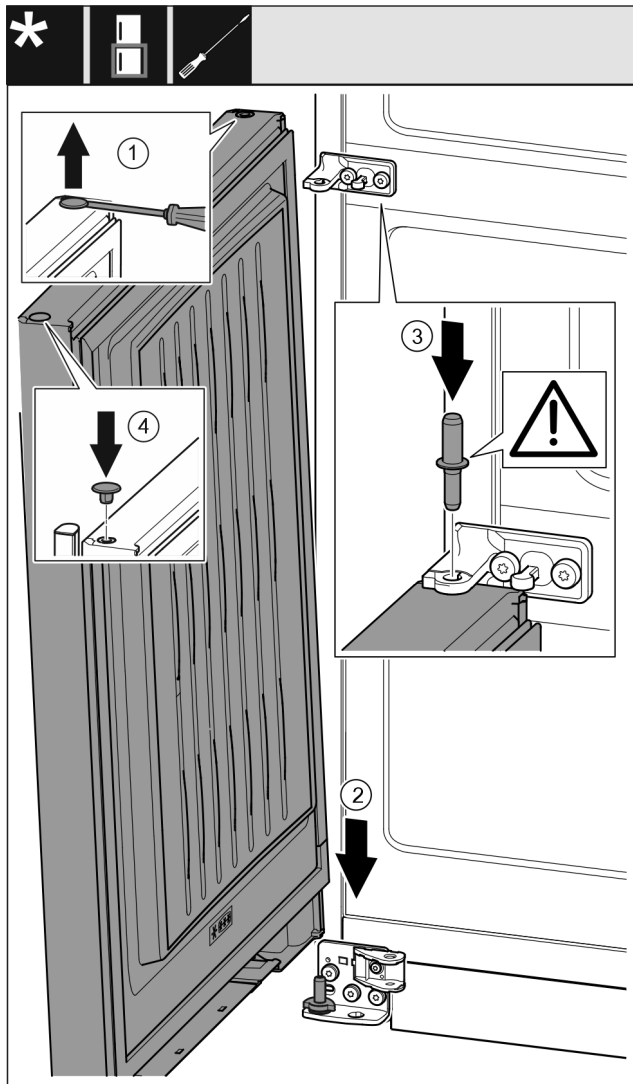

Fig. 39
- ▶ Осторожно приподнимите шлицевой отверткой заглушку и извлеките ее. Fig. 39 (1)
- ▶ Установите дверь сверху на нижний опорный палец. Fig. 39 (2)
- ▶ Вставьте середину опорного пальца через средний опорный кронштейн в нижнюю дверь. При этом следите за тем, чтобы выступ фиксатора был направлен назад. Fig. 39 (3)
- ▶ Снова вставьте заглушку с другой стороны. Fig. 39 (4)